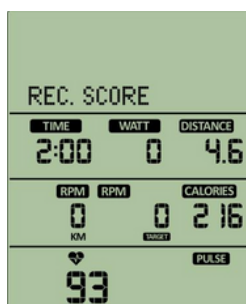

Figura 55
- g. Tras completar la función de enfriamiento, se ingresa al Recovery Score. La matriz mostrará 'Recovery Score' encendido de forma continua, el temporizador electrónico iniciará una cuenta regresiva de 2 minutos, la ventana de RPM derecha mostrará el RPM objetivo en 0, y la ventana de RPM izquierda mostrará el RPM actual (Figura 55).